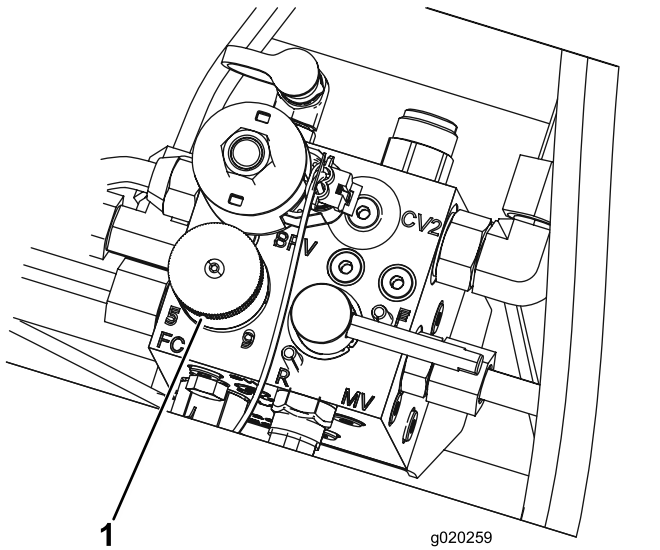

Bild 37
4. Drehen Sie zum Einstellen der Spindeldrehzahl das Handrad (Bild 37), bis die Zeiger auf die Nummer zeigen, die der gewünschten Einstellung entspricht.